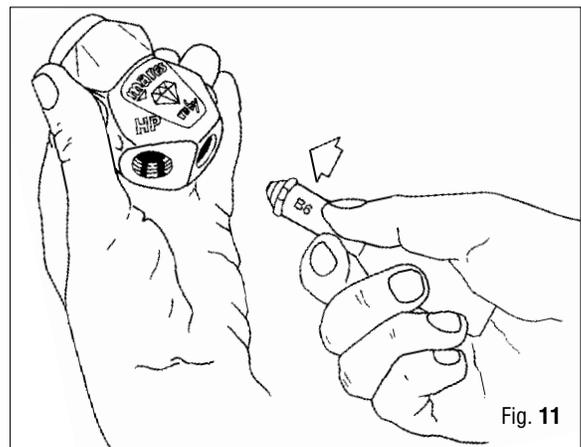

Fig. 11
13. Posicione correctamente la válvula de rubí en el vástago, con la herramienta especial (B-6). (Fig.11)